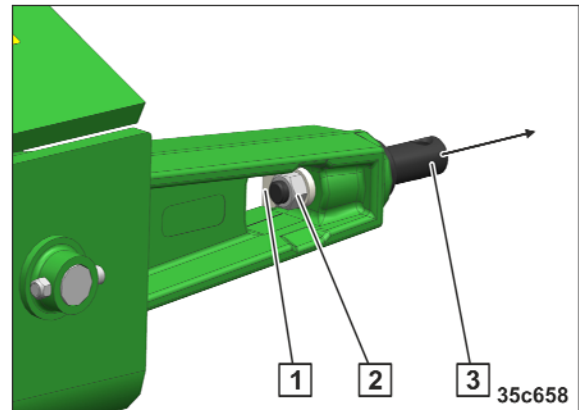

Bild 107
1. Lossa muttern (Bild 107/2) och ta bort den.
2. Ta bort låsblecket (Bild 107/1).
3. Ta bort lyftarmstappen (Bild 107/3).